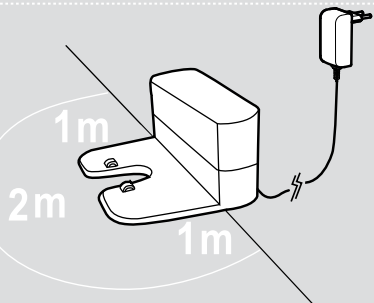

Fig. 2
1. Sæt netspændingsadapteren i kontakten, og tilslut den til ladestationen. **[Fig. 2]**
4. Der må ikke være genstande i området omkring ladestationen i en afstand på 2 meter foran og 1 meter til hver side. **[Fig. 2]**